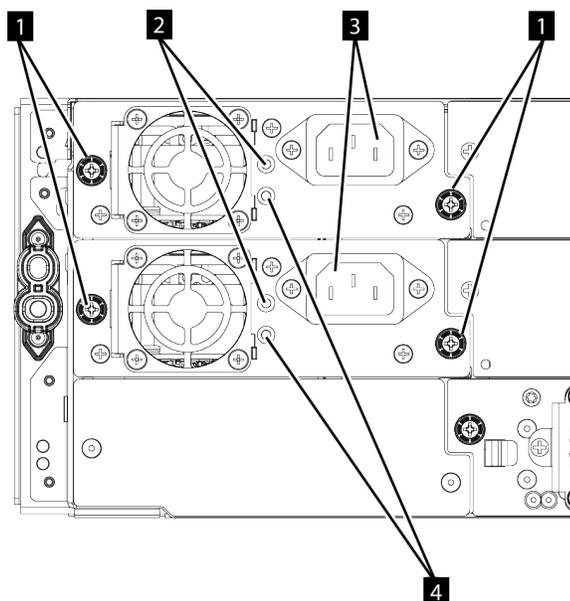

Figure 66. Alimentations électriques
- Le blanc (2 dans Figure 66, à la page 147) Le voyant est allumé.
- Le vert (4 dans Figure 66, à la page 147) Le voyant est éteint.